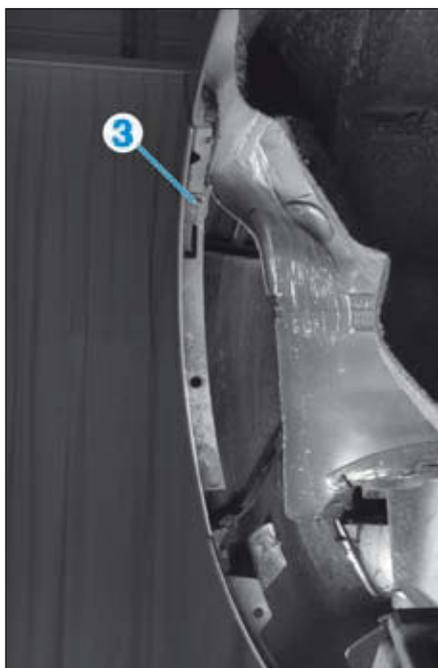

FIG.103
- les vis de fixation (3) du bouclier sur les ailes (Fig.103),